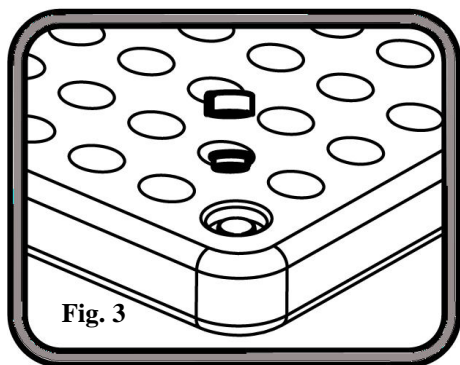

Fig. 3
6. Desenrosque la cubierta y extraiga el tapón de caucho. Consulte la Fig. 3.